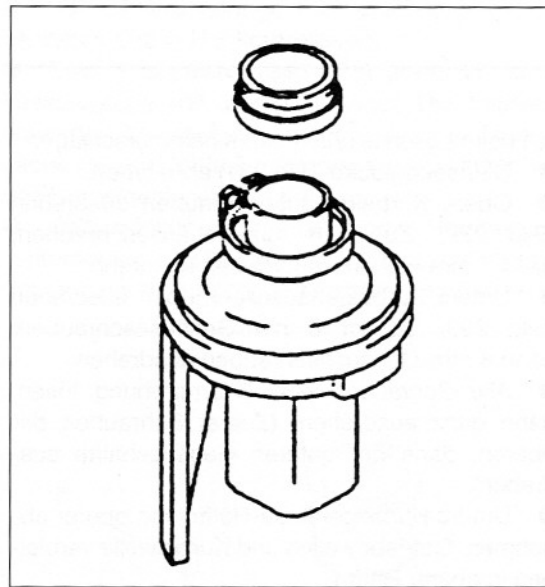

Bild 231
- Ölansaugglocke (Bild 231) abnehmen.